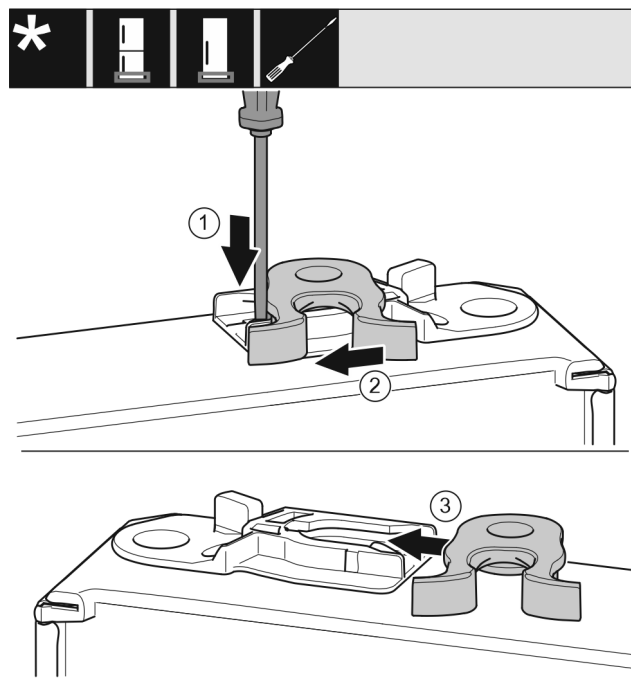

Fig. 20
- Lasche Fig. 20 (1) mit Schlitzschraubendreher nach unten drücken.
- Schließhaken Fig. 20 (2) aus Führung ziehen.
- Schließhaken Fig. 20 (3) auf anderer Seite in Führung schieben.